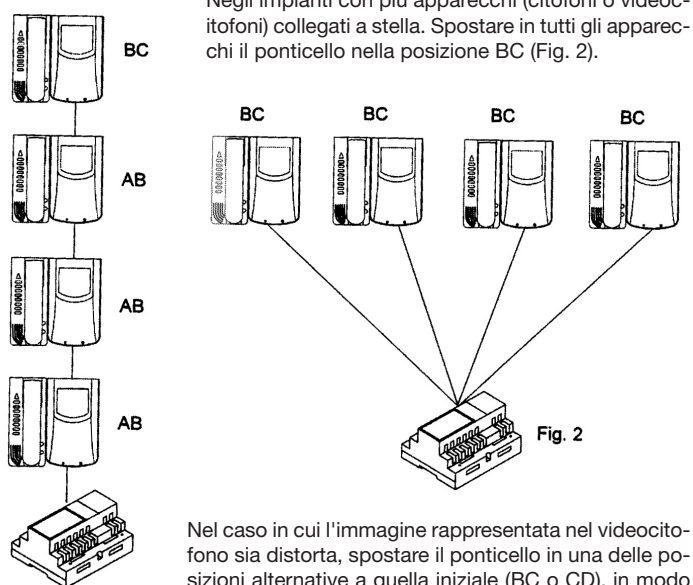

Fig. 1
negli impianti dove sono presenti più apparecchi (citofoni o videocitofoni) collegati in serie. Spostare il ponticello solo dell'ultimo apparecchio nella posizione BC e mantenere i ponticelli degli altri nella posizione iniziale (AB) (Fig. 1).